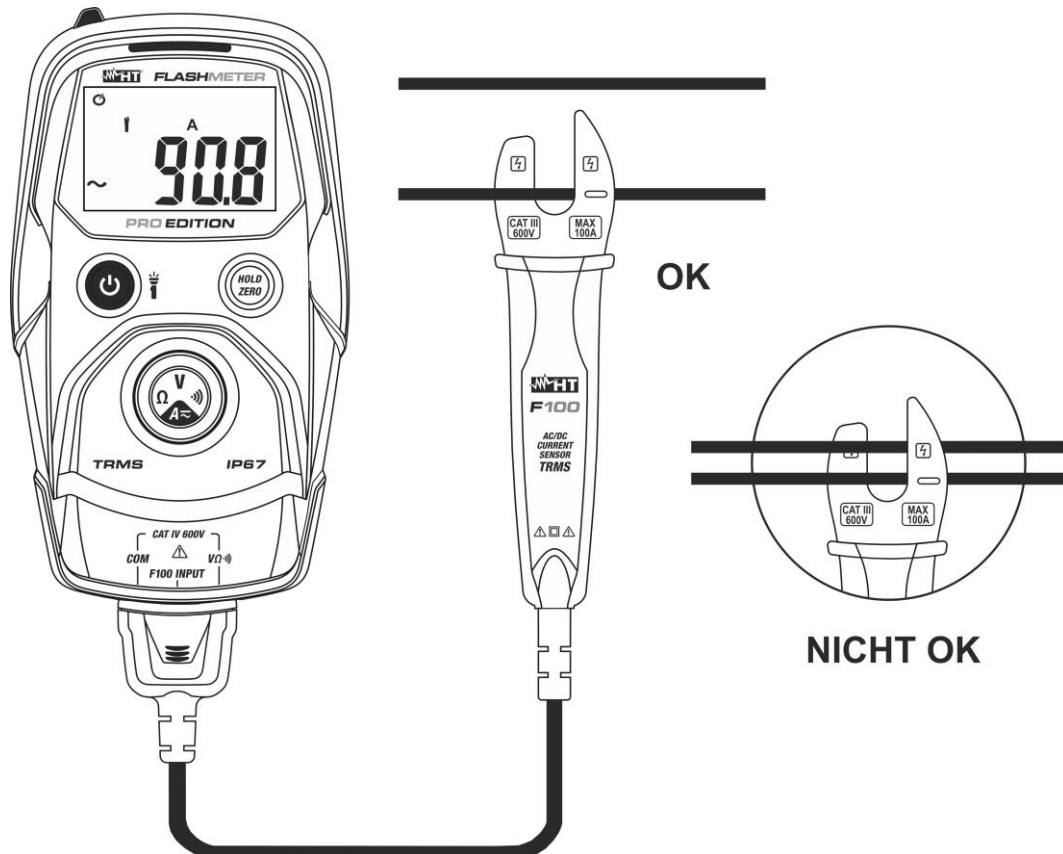

Abb. 7: Verwendung des Gerätes für AC/DC Strommessung
4. Schließen Sie die F100 Zange an den zu prüfenden Leiter an (siehe Abb. 7), achten Sie dabei auf das Pfeilsymbol „ $\rightarrow$ “ im Ringkern, um die positive Stromrichtung anzuzeigen, und positionieren Sie sie in der Mitte derselben, um dies zu erhalten eine genaue Messung. Der aktuelle Wert wird auf dem Display angezeigt
5. Das Symbol "-" auf dem Display des Gerätes gibt an, dass die Strom die umgekehrte Richtung mit Bezug auf den Anschluss in Abb. 7 hat.